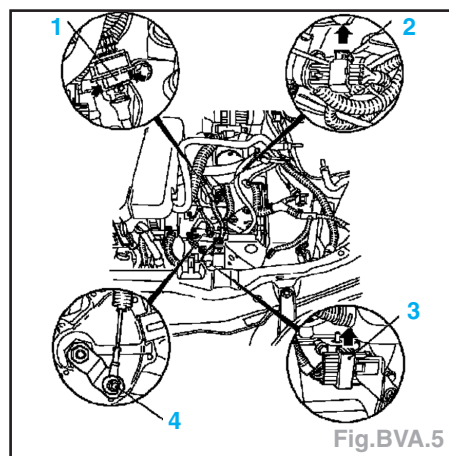

Fig.BVA.5
- Bloquer les verrous dans le sens de la flèche et débrancher les fiches (2 et 3), dégager le câble de commande (4) et soulever l'agrafe de sûreté (1) avec un tournevis (Fig.BVA.5).